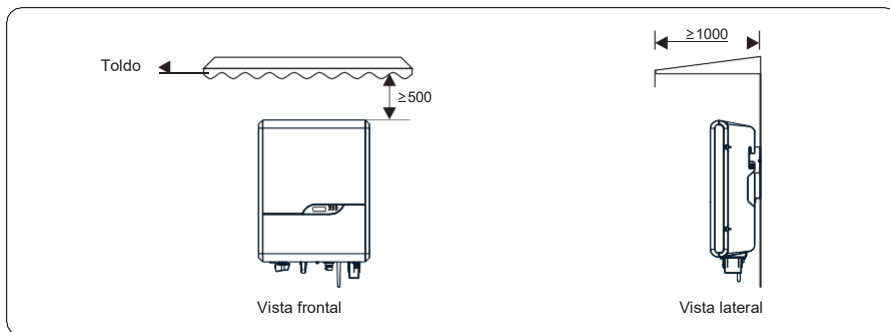

Figura 4.3 Entorno de instalación con cubierta (unidad: mm)
- c. El inversor no debe quedar expuesto a la luz solar directa, lluvia ni nieve para ampliar su vida útil. Se recomienda instalar el inversor en un lugar protegido. Si no se dispone de un lugar donde resguardarlo, puede construirse una cubierta, tal como se muestra en la figura 4.3.